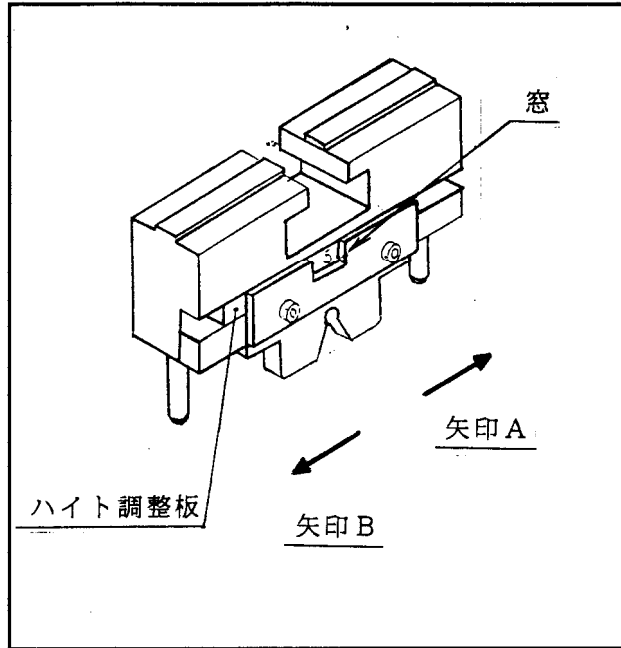

図 6
- ①図6の2本のボルトを緩めて下さい。
- ②ハイト調整板を矢印A又はB方向に動かし、数字が窓の中心になる様にセットして下さい。
- ③クリンパを上押し、ボルトを締め付けて下さい。